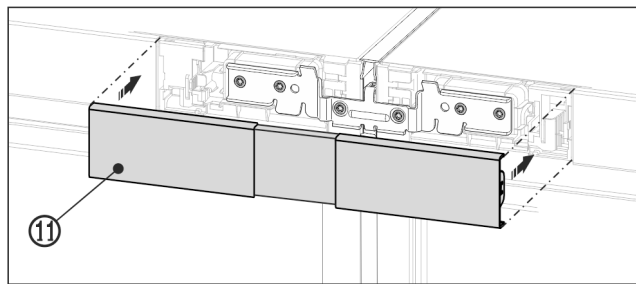

Fig. 24 Shembull ilustrues
- ▶ Futni me ngecje kapakun mbulues Fig. 24 (11) të sipërm në hapësirën e ndërmjetme ende të hapur të të dy shiritave të paneleve të komandimit. Bëni kujdes që anët e jashtme të kapakut mbulues të mbyllën rrafsh me shiritin e panelit të komandimit.